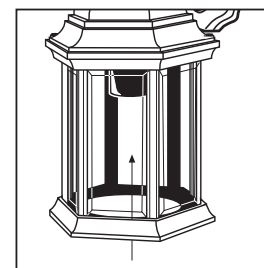

**Figura 5**
- Para las unidades de extremo inferior abierto, coloque la(s) bombilla(s) por la abertura inferior (ver la figura 5).